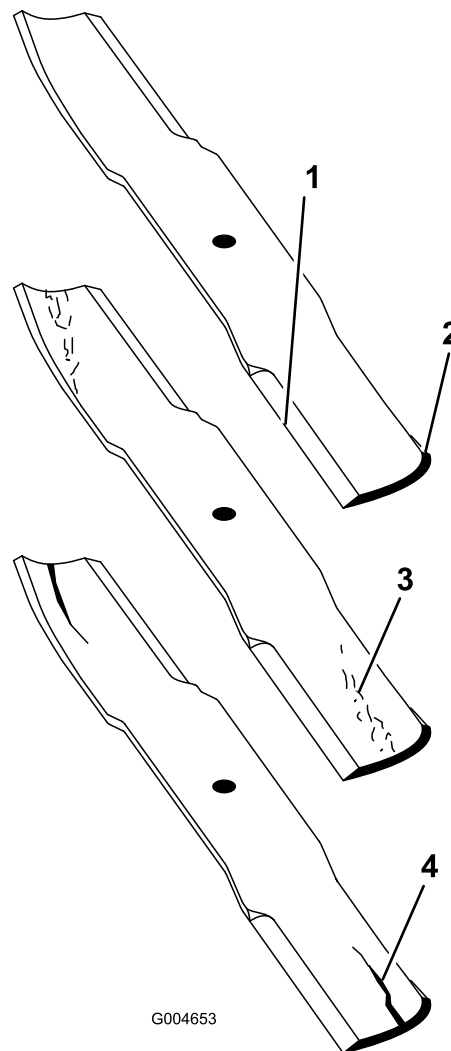

Figura 69
1. Inspeccione as extremidades de corte (Figura 69).
2. Inspeccione as lâminas, especialmente a área em curva (Figura 69).
Nota: Se verificar quaisquer danos, desgaste, ou a formação de ranhuras nesta área (Figura 69), instale imediatamente uma lâmina nova.